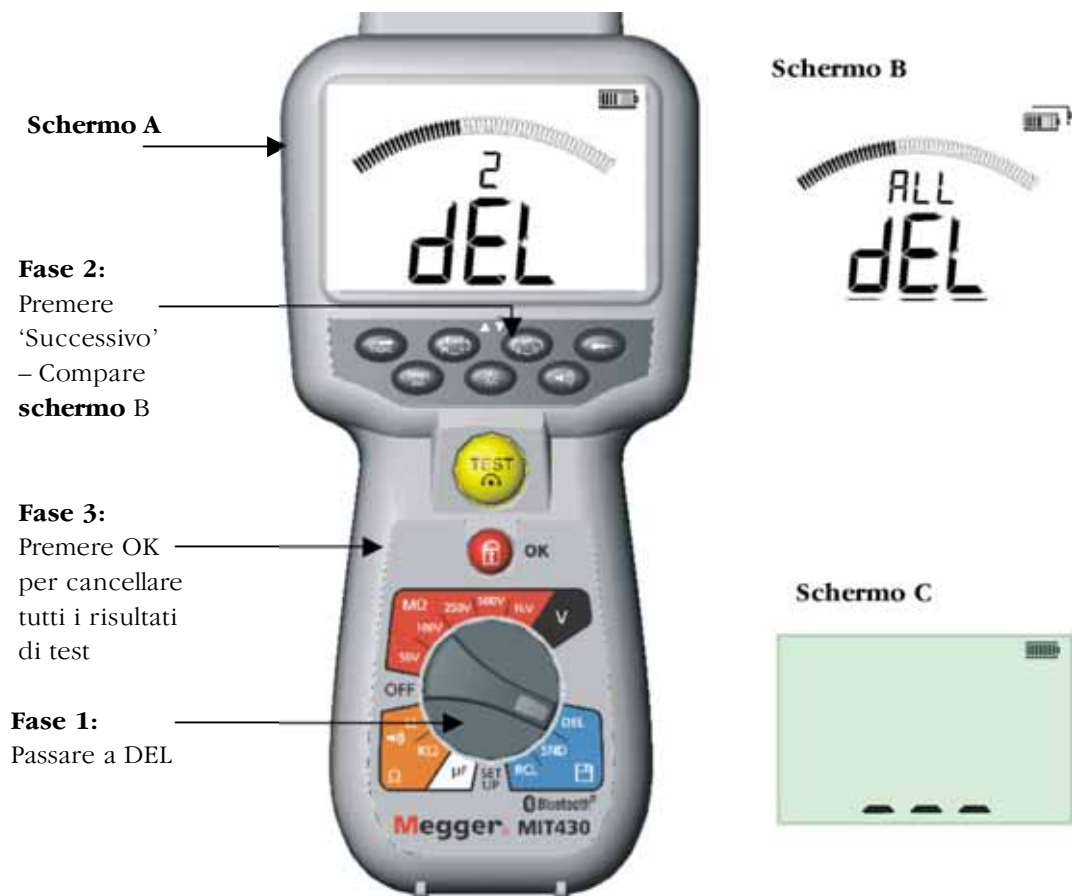

Figura 17 Cancellazione di tutti i risultati del test
La figura 17 illustra i display che saranno mostrati durante il richiamo di un risultato di test Dielectric Absorption Ratio (DAR).
16.2 Procedura per la cancellazione di tutti i risultati del test (Vedere figura 17)
3. Premere 'OK' per cancellare tutti i risultati del test. Notare che la barra di progressione diminuisce man mano che i contenuti della memoria vengono cancellati. Vedere figura 17, schermata C.
4. Al completamento del processo di cancellazione, il display indica tre trattini a significare che non resta alcun risultato memorizzato. Vedere figura 17, schermata D.